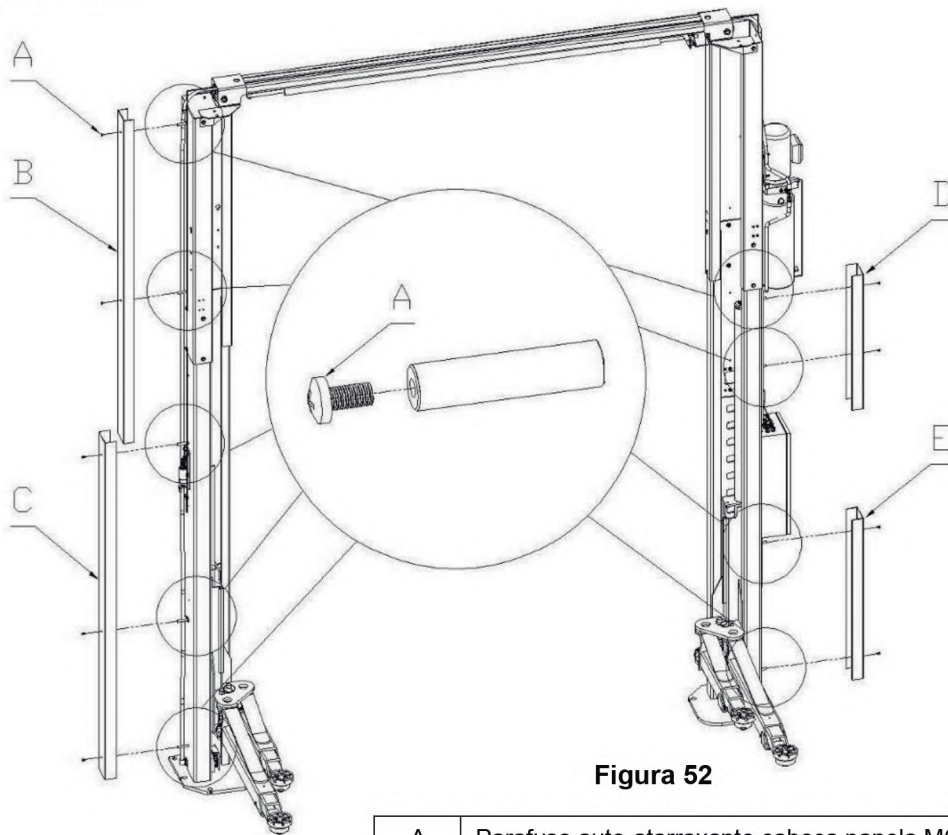

Figura 52
8.2.5 Instale a caixa decorada. (Figura 52)